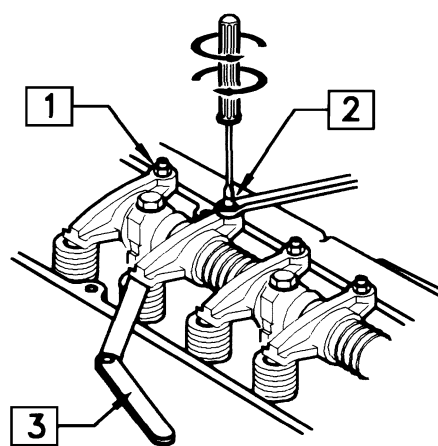

Fig. 7.2
### (3) Kontrollera ventilspelet (fig. 7.2)
Demontera ventilkåpan. Lossa låsmuttern (1), vrid justerskruven (2) samtidigt som ventilspelet kontrolleras med ett bladmått (3). (fig 7.2).